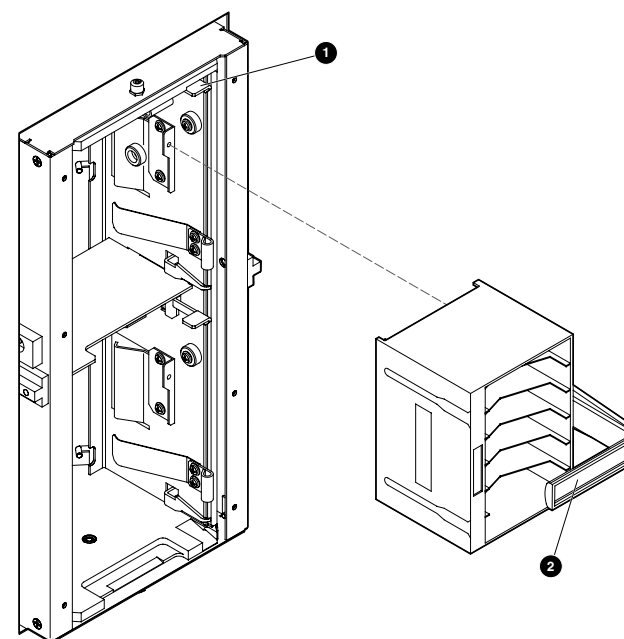

Afbeelding 2: Netvoedingsverdeelmodule
12. Zet de CB-1-schakelaar 1 boven op de netvoedingsverdeelmodule op Off (Uit, zie afbeelding 2).
2. Zet de CB-1-schakelaar boven op de voedingsverdeelmodule op On (Aan, zie afbeelding 2).